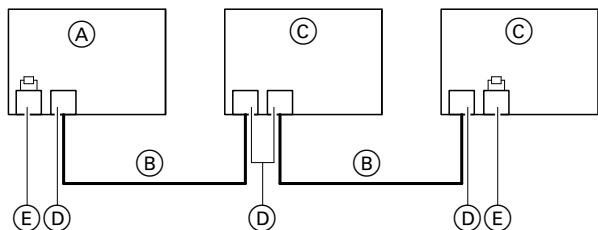

Abb. 39
- Der Viessmann CAN-BUS ist für die BUS-Topologie „Linie“ mit beidseitigem Abschlusswiderstand (Terminierung) ausgelegt: Siehe Abb. 39.